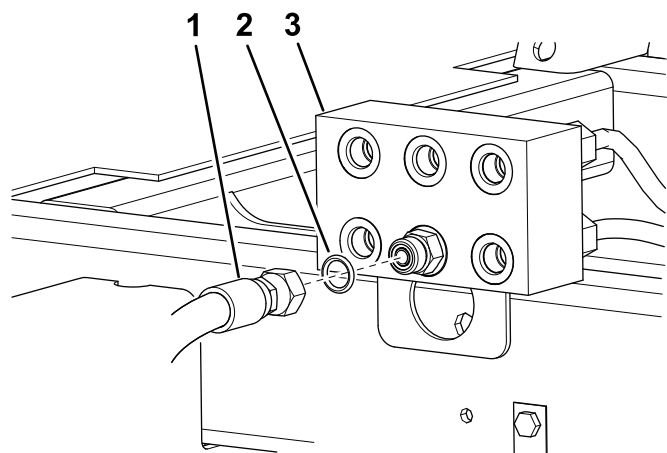

Bild 3
6. Stellen Sie eine Auffangwanne unter den Anschlussverteiler (**Bild 3**).
7. Schließen Sie den Hydraulikschlauch vom unteren mittleren Anschlussstück am Anschlussverteiler ab (**Bild 3**).